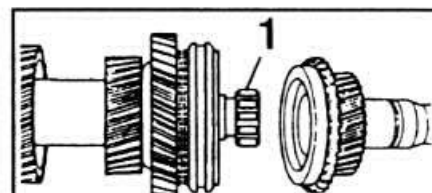

Рис. 6-6. Разъединение первичного и вторичного валов:
- Разъединить первичный и вторичный валы, снять втулку игольчатого подшипника и блокирующее кольцо синхронизатора V передачи (рис. 6-6).